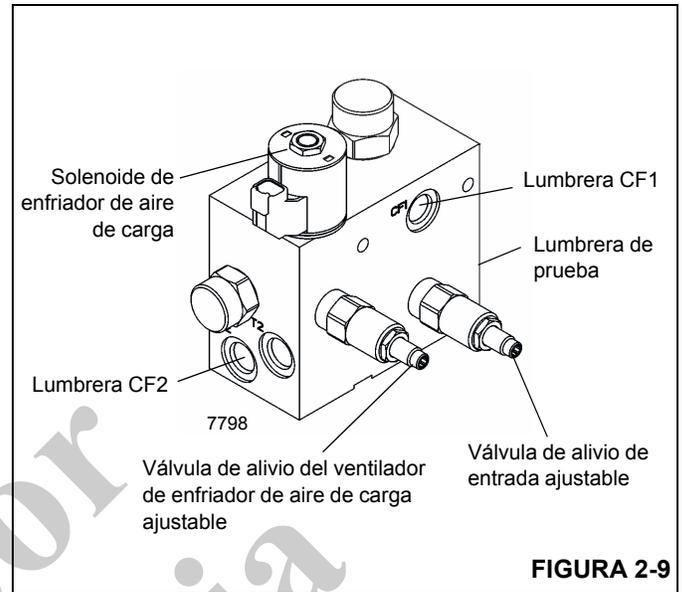

FIGURA 2-9
1. Con el motor apagado, desconecte la manguera en la lumbrera "CF1" en la válvula de suministro de carga de freno/motor del ventilador del enfriador del aire de carga (Figura 2-9); tape y tapone todas las aberturas.
1. Instale el conector de desconexión rápida para diagnóstico de presión (Parker PD240) con manómetro en la lumbrera de prueba (Figura 2-9).